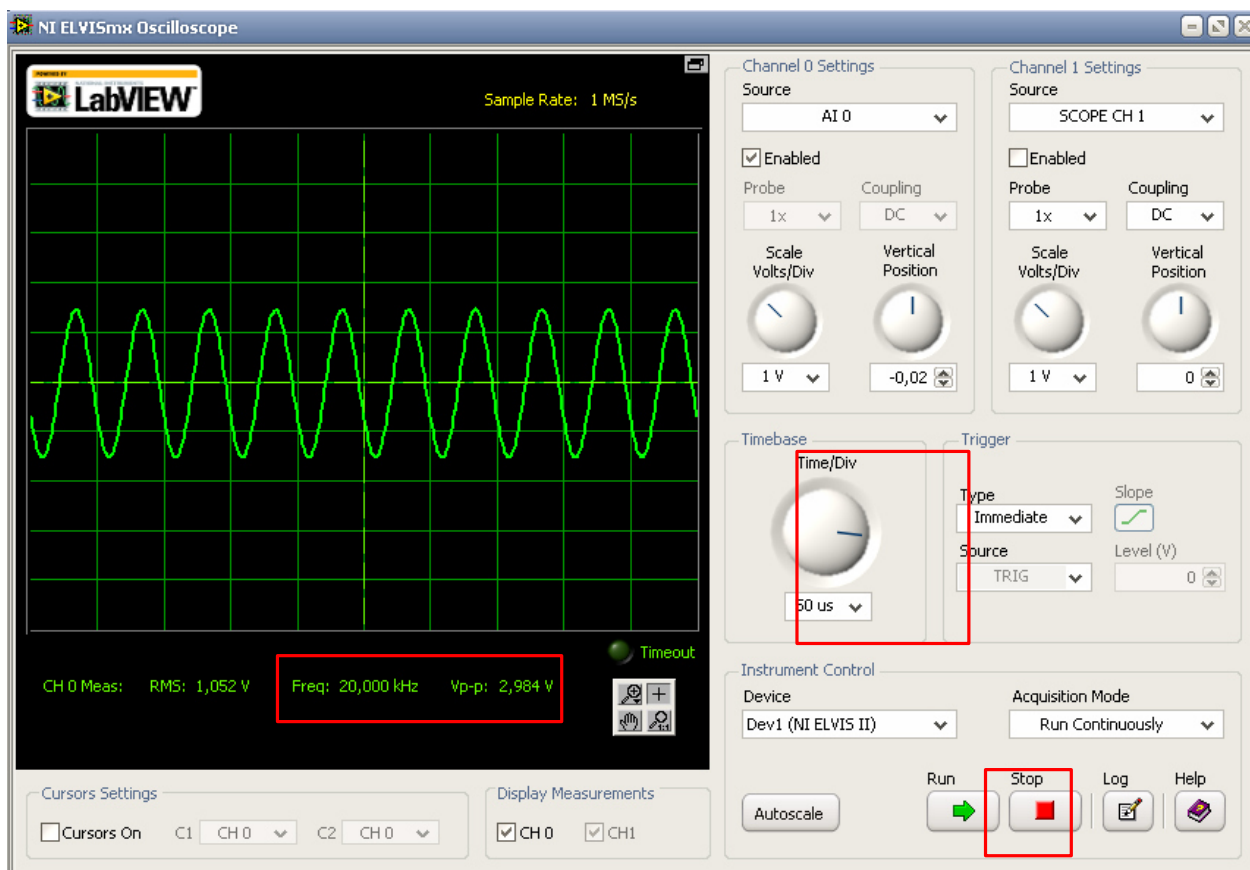
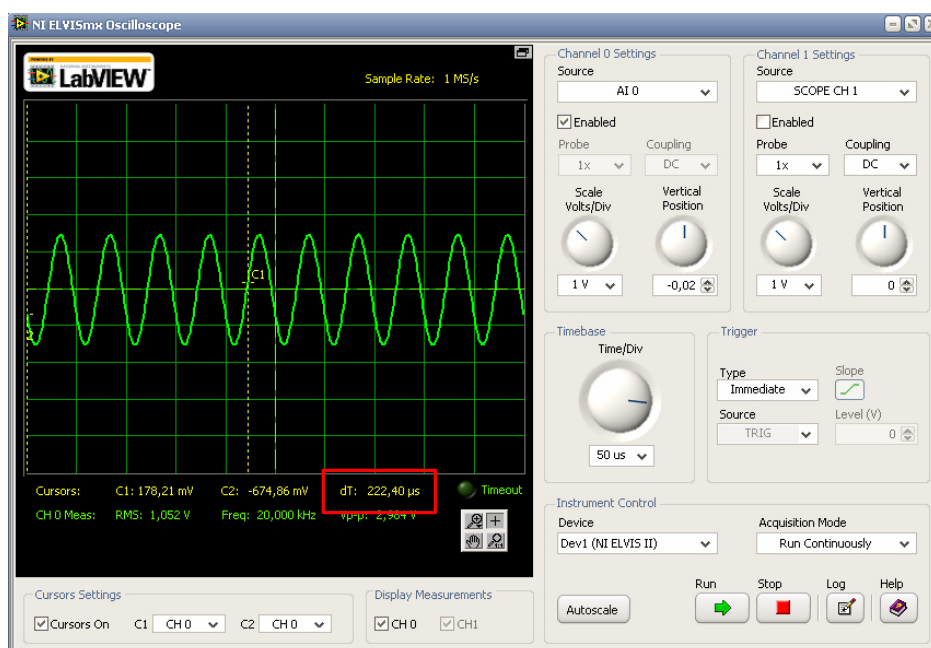

Рисунок 6 – Настройка синусоидального колебания
Рисунок 7 – Включение курсора виртуального осциллографа
1. Поворотом ручки «Time/Div» получить синусоиду. Что бы остановить движение синусоиды необходимо нажать кнопку «Stop» (рисунок 6).
(рисунок 6). Для определения периода необходимо включить курсор, поставив галочку «Cursors On» в левом нижнем углу экрана осциллографа. При этом, у левой стороны экрана осциллографа появится линия (рисунок 7). После этого, необходимо навести курсор мышки на курсор осциллографа, и, нажав левую кнопку мыши, повести курсор в необходимую точку осциллограммы. Желтая надпись «dT», под экраном осциллографа, покажет время относительно начала экрана (рисунок 7). Таким образом, отмечая две точки на осциллограмме, путем не сложных вычислений, можно определить период.